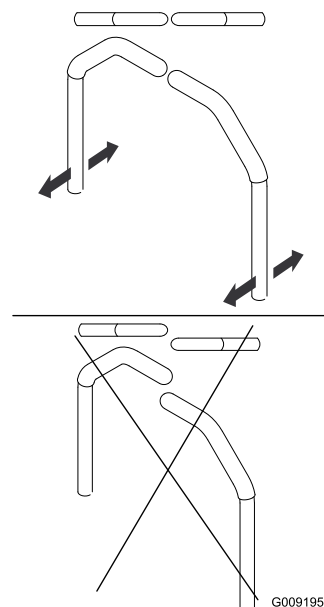

Рисунок 58
4. Отрегулируйте продольное положение рычагов, установив их вместе в НЕЙТРАЛЬНОЕ положение и сдвинув так, чтобы они совпали, затем затяните болты (Рисунок 58).